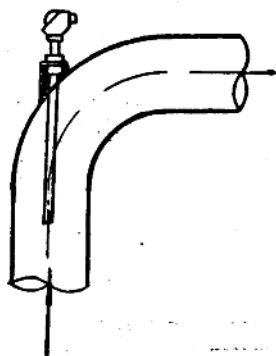
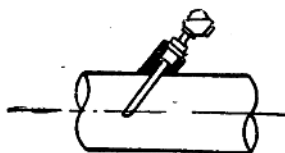
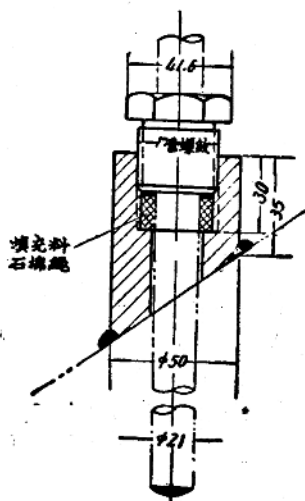

图 6 安装图
图 7 安装图
图 8 部件图
2. 热电偶的安装位置应该选择为迎着流束的地方，如图6，这样才能保证测量的正确和灵敏，如果不可能迎着流束安装，要与管道成一倾角，如图7，安装部件如图8。